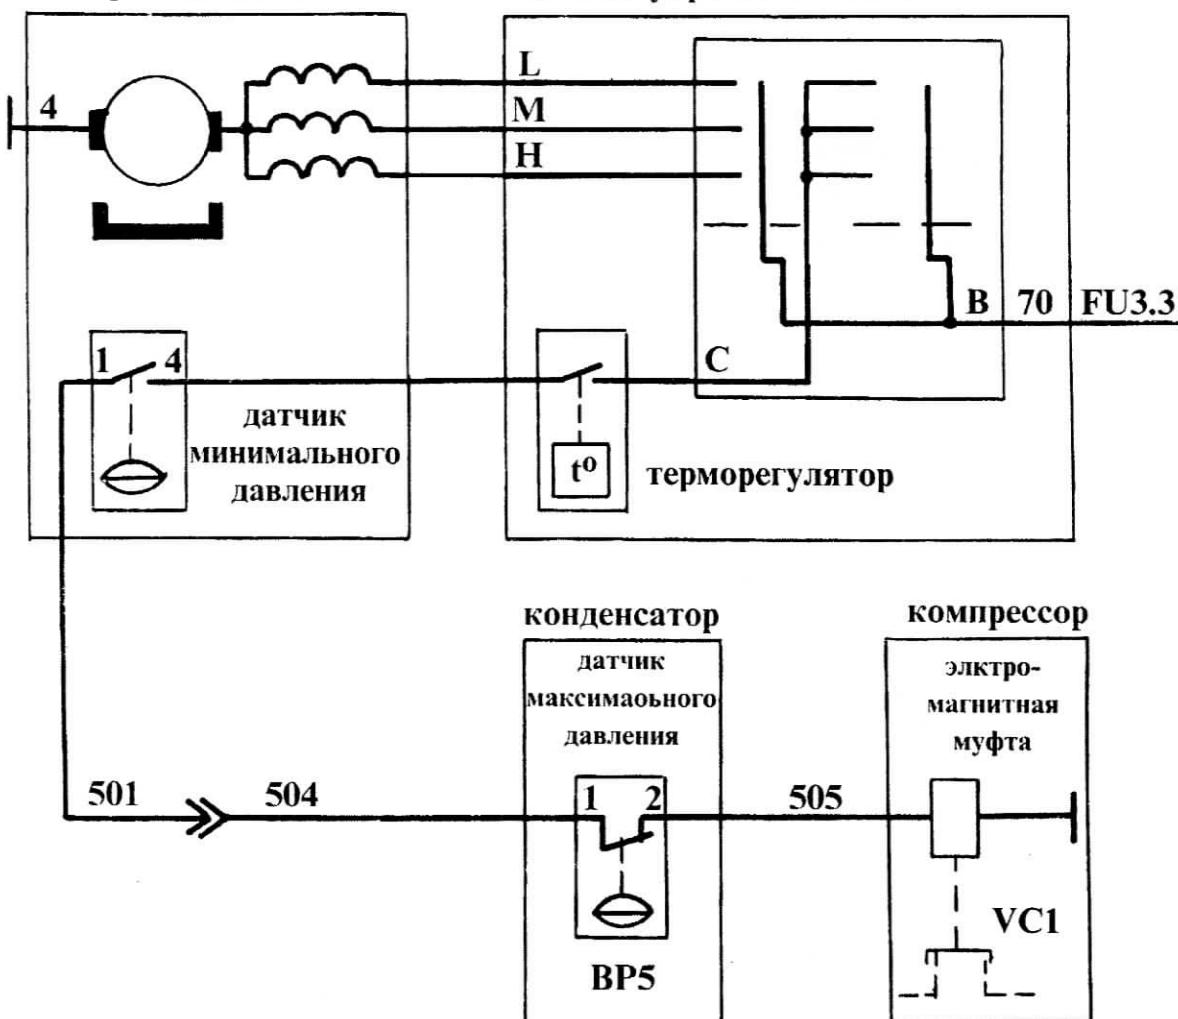

Рис.109 - Схема электрическая принципиальная кондиционера "Конвекта".
-кондиционер, в электрическую схему (рис.109) которого входит испаритель кондиционера